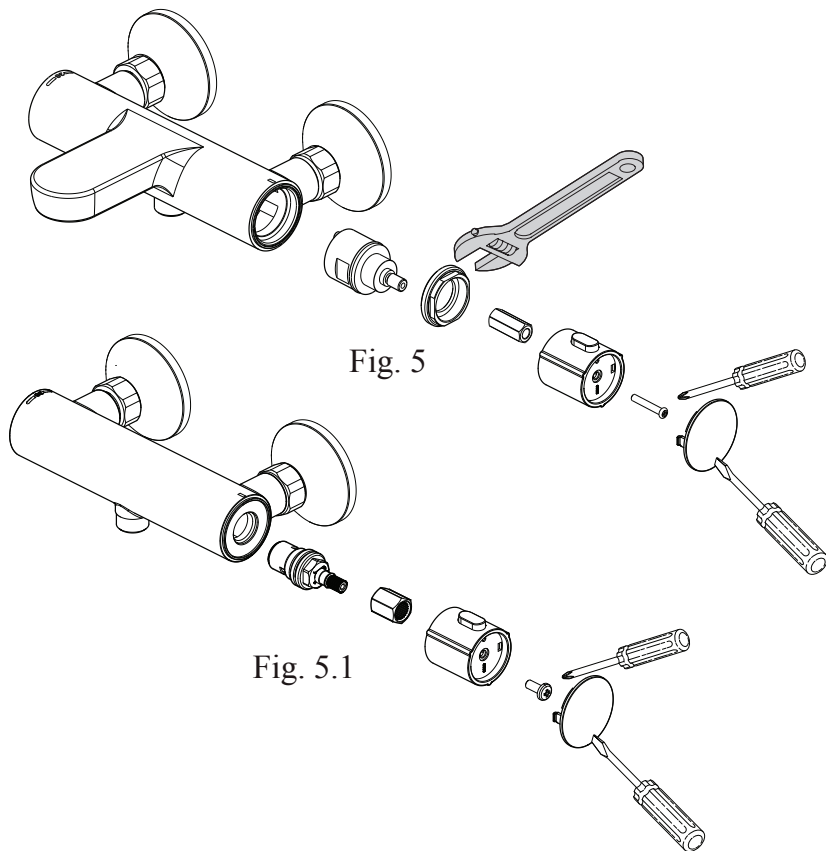

Fig. 5
- À l'aide des pince multiprise dévisser l'écrou de fixation de la cartouche (Fig 5) ou la cartouche (Fig 5.1) selon le modèle.
- Using pliers unscrew the fastening nut of the cartridge (Fig 5) or the cartridge (Fig 5.1) all depending on the model.